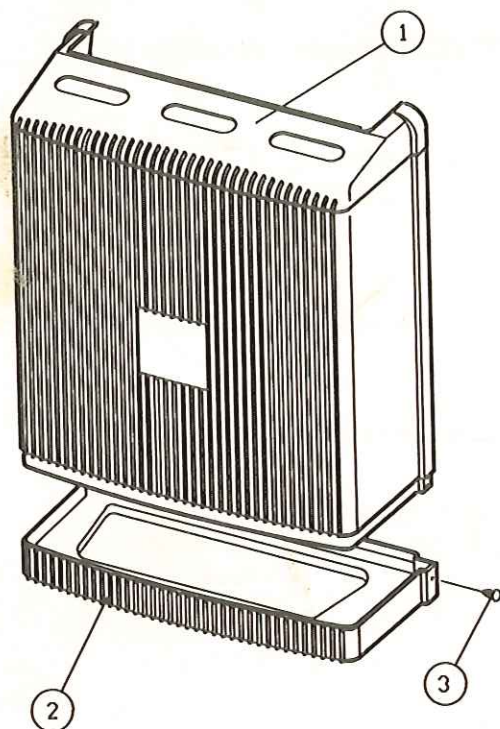

Fig. 12
• La pulizia del bacino della pompa di condensazione Fig. 12